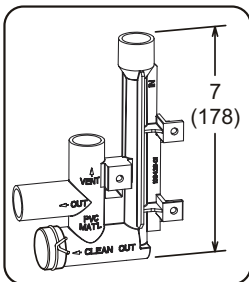

Figura 55
Consultar las Figuras 47 y 49 para las ubicaciones de las trampas de condensado. La Figura 55 muestra el ensamble de trampa usando PVC de 1/2" o PVC de 3/4".
- 3 - Instale la tapa sobre la abertura de limpieza en la base de la trampa. Sujétela con una abrazadera. Ver la Figura 55.
- 4 - Instale la trampa de drenaje con los accesorios de PVC apropiados y aplique pegamento a todas las uniones. Aplique pegamento a la trampa de drenaje como se muestra en la Figura 55. Dirija la línea de condensado a un drenaje abierto. La línea de condensado debe mantener una inclinación hacia abajo de 1/4" desde el calefactor al drenaje.